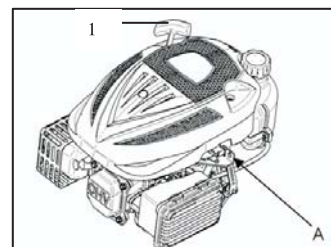

Fig.3 A. Furo para passagem do cabo
Não permita que a alavanca do motor de arranque (1) se encoste contra o motor. Retorne delicadamente para evitar danos ao motor de arranque. (Fig.3)